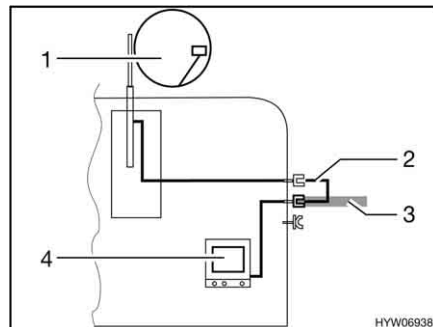

Bild 170 TV i fordonet
- TV i fordonet (Bild 170,4): Anslutning till takantenn (Bild 170,1) med anslutningskabel (Bild 170,2)
- TV i fordonet (Bild 170,4): Anslutning till extern antenn (Bild 170,3)